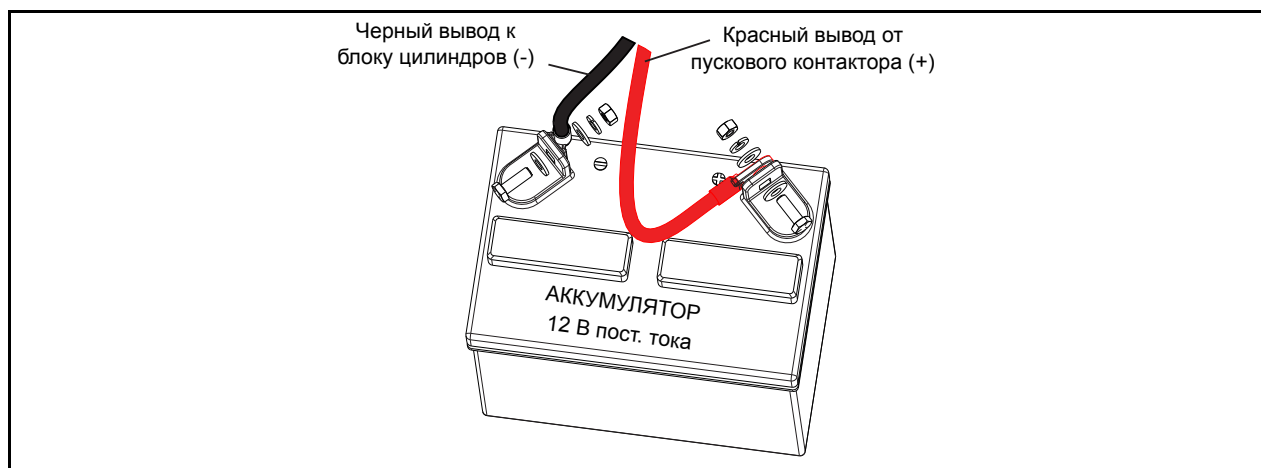

Рис. 6-3. Соединения кабелей аккумулятора
9. Подсоедините красный кабель аккумулятора (от пускового контактора) к положительному полюсному штырю аккумулятора — POS («ПОЛОЖ.») или (+) — и зафиксируйте его с помощью болта, шайб и гайки, которые входят в комплект незакрепленных деталей (см. Рис. 6-3.).
10. Подсоедините черный кабель аккумулятора (от заземления двигателя) к отрицательному полюсному штырю аккумулятора — NEG («ОТРИЦ.») или (-) — и зафиксируйте его с помощью болта, шайб и гайки, которые входят в комплект незакрепленных деталей (см. Рис. 6-3.).